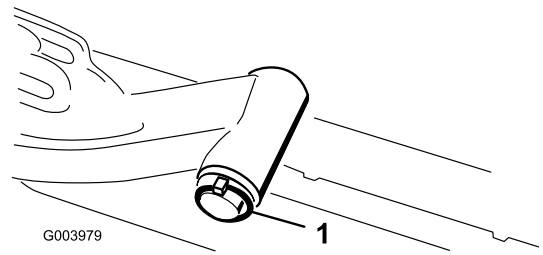

図 11
を外し、昇降アームからピボットのシャフトを抜き出す **図 11**。
- C. 昇降アームのシャフトを昇降アームに通して、ワッシャとリンチピンで固定する **図 11**。